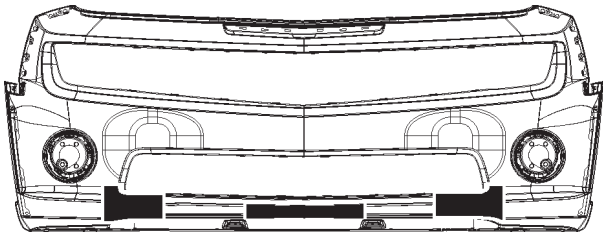

FIGURA 45
26. Compruebe la escala y corte las plantillas encontradas en la página pasada de estas instrucciones. Coloque la plantilla según lo indicado para localizar las posiciones del agujero que fijan respecto a la cara trasera de la faja. Utilice una herramienta acentuada aguda para marcar el centro del agujero en la faja y para quitar las plantillas. Consulte la figura 45.